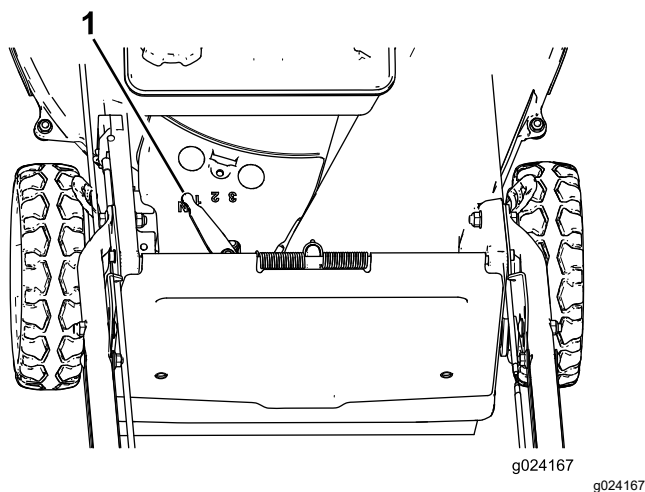

Figura 18
La máquina tiene 3 velocidades de avance: 1 (lenta), 2 (media), y 3 (rápida); también tiene una posición de Punto muerto (N). La palanca de autopropulsión está situada debajo y detrás del depósito de combustible (Figura 18).